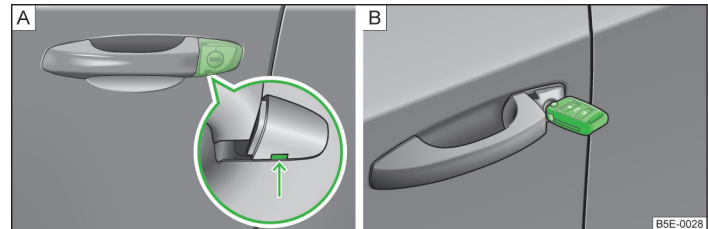

Abb. 201 Griff an der Fahrtür: abgedeckter Schließzylinder / Schließzylinder mit Schlüssel
- › Den Fahrzeugschlüssel in die Aussparung an der Unterseite der Abdeckung im Pfeilbereich einschieben und diese nach oben klappen » Abb. 201 - [A].
- › Den Fahrzeugschlüssel (die Tasten nach oben gerichtet) in den Schließzylinder stecken und das Fahrzeug ent- bzw. verriegeln » Abb. 201 - [B].